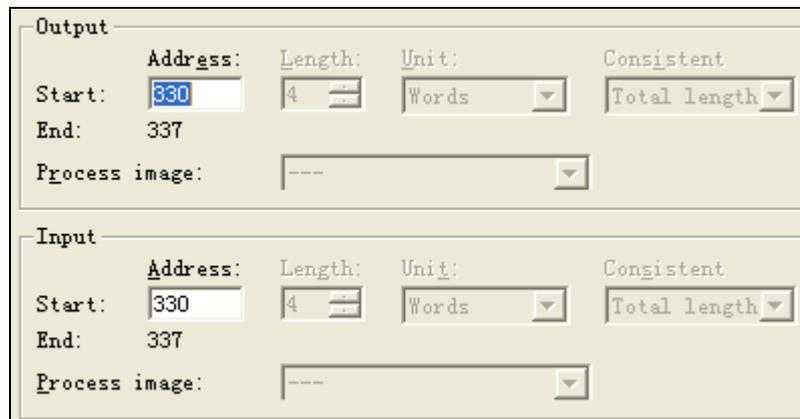

图 2-14 PKW 输入输出地址分配
(5) 单击 MASTERDRIVES 图标，对变频器映射区进行地址设置。
(6) 选中 1 号槽之后，双击右侧 MASTERDRIVES CBP2 下的“PPO 1: 4 PKW/2PZD”，将其插入到 slot 1 中，该项共占两行。含义是：PPO 类型 1，即 4 个字参数数据（又叫 PKW），2 个字过程数据（又叫 PZD）。参数数据用于 PLC 读/写变频器的参数，过程数据用于 PLC 控制和监视过程。
(7) 双击窗口左侧下面 1 号槽，对 PKW 输入输出地址进行分配。将输入 Input 起始地址设为“330”，从 330 至 337 共 8 个字节（4 个字）；将输出 Output 起始地址设为“330”，从 330 至 335 共 8 个字节（4 个字），如图 2-14 所示。这里可以自由设置，只要不与其它地址重叠并在范围限度之内即可。